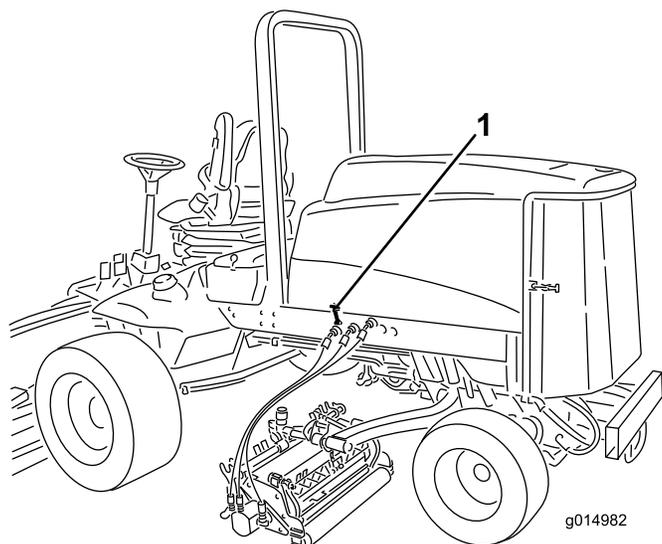

Figura 48
1. Desenganche los cierres del capó (Figura 48) y abra el capó.